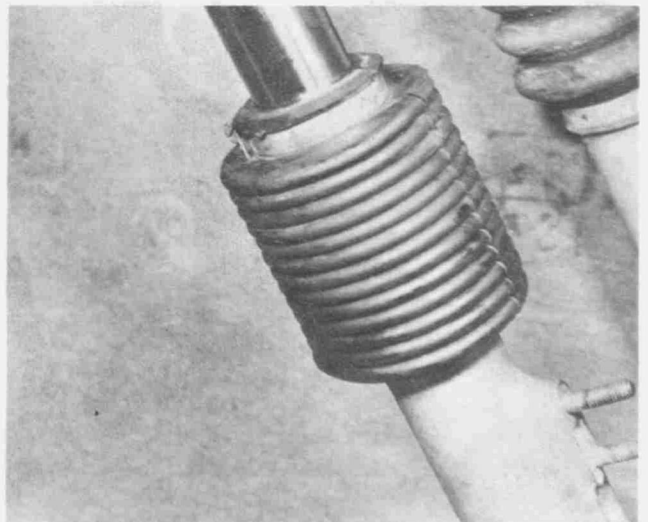

Bild 263
- Beim Einbauen des Standrohrs das Gleitrohr bis zum Anschlag ausziehen und durch Zusammendrücken des Gummibalgs und Festziehen des oberen Spannbandes in dieser Lage festhalten. Hierdurch wird sichergestellt, dass das Standrohr vorschriftsmässig in die Gabelbrücke hineingedrückt werden kann (Bild 263).